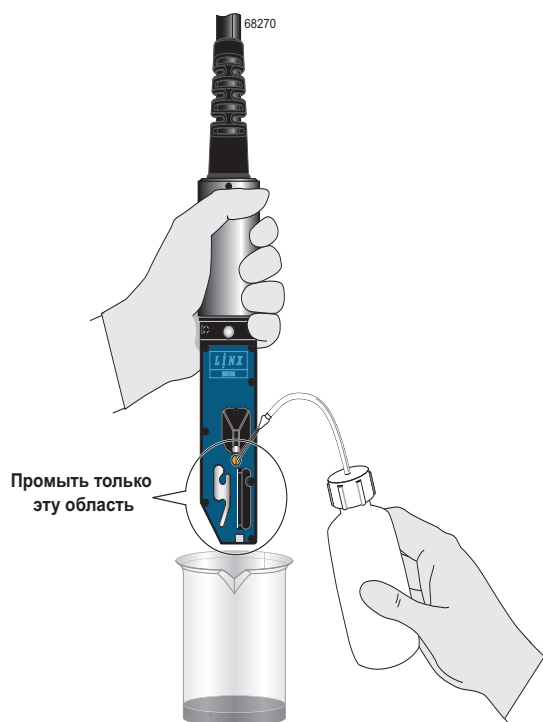

Рис. 6-2. Промойте печатающую головку растворителем
3. Держите печатающую головку, как показано на Рис. 6-2, или закрепите ее в промывочной установке, если она у вас имеется. Убедитесь, что чистящий растворитель того же типа, который используется в принтере.
4. Поместите емкость под печатающую головку и аккуратно промойте растворителем только обведенную кружком область, как показано на Рис. 6-2. Делайте перерыв после каждого промывания, чтобы чернила успели раствориться.